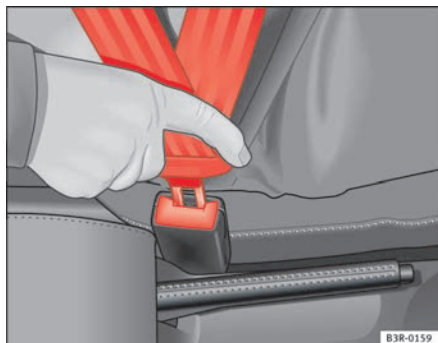

Fig. 11 Blocchetto di aggancio e linguetta della cintura di sicurezza
- Inserire la linguetta della cintura nel bloccetto di aggancio del sedile corrispondente facendole effettuare lo scatto d'innesto ⇒ **fig. 11.**